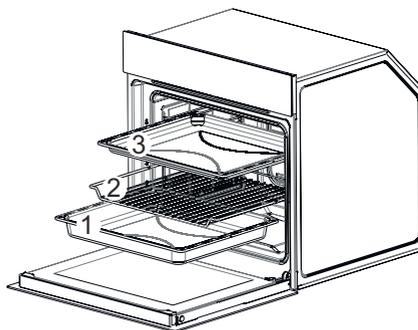

Рис. 23
- Снимите противни и решётку (1-2-3 / Рис. 23).